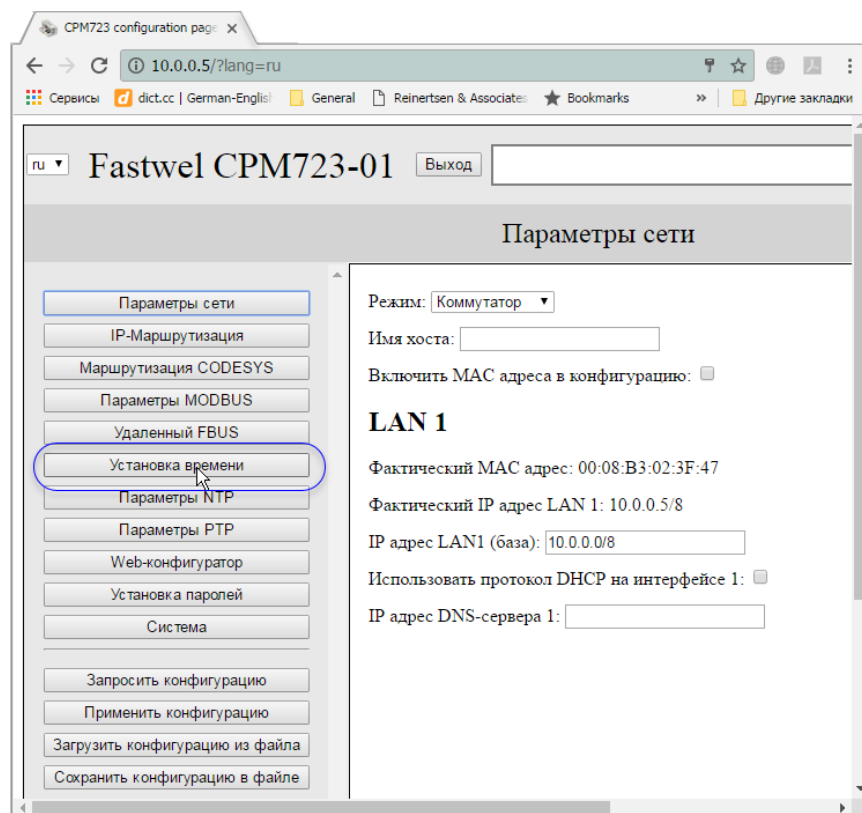

Рис. 5.16. Начальная страница веб-конфигуратора CPM723-01
2. Введите имя пользователя в поле **Username**, пароль в поле **Password** и нажмите **Sign in** или нажмите клавишу Enter. Если пароль не был ранее изменен, для авторизации необходимо использовать имя пользователя *Administrator* и пароль *Administrator*. При успешной авторизации в окне браузера будет отображена страница **Параметры сети**, показанная на Рис. 5.16.
3. Перейдите на страницу **Установка времени**, для чего нажмите соответствующую кнопку в левой области окна, как показано на Рис. 5.16. Первоначальный вид страницы **Установка времени** до выполнения каких-либо действий показан на Рис. 5.17.